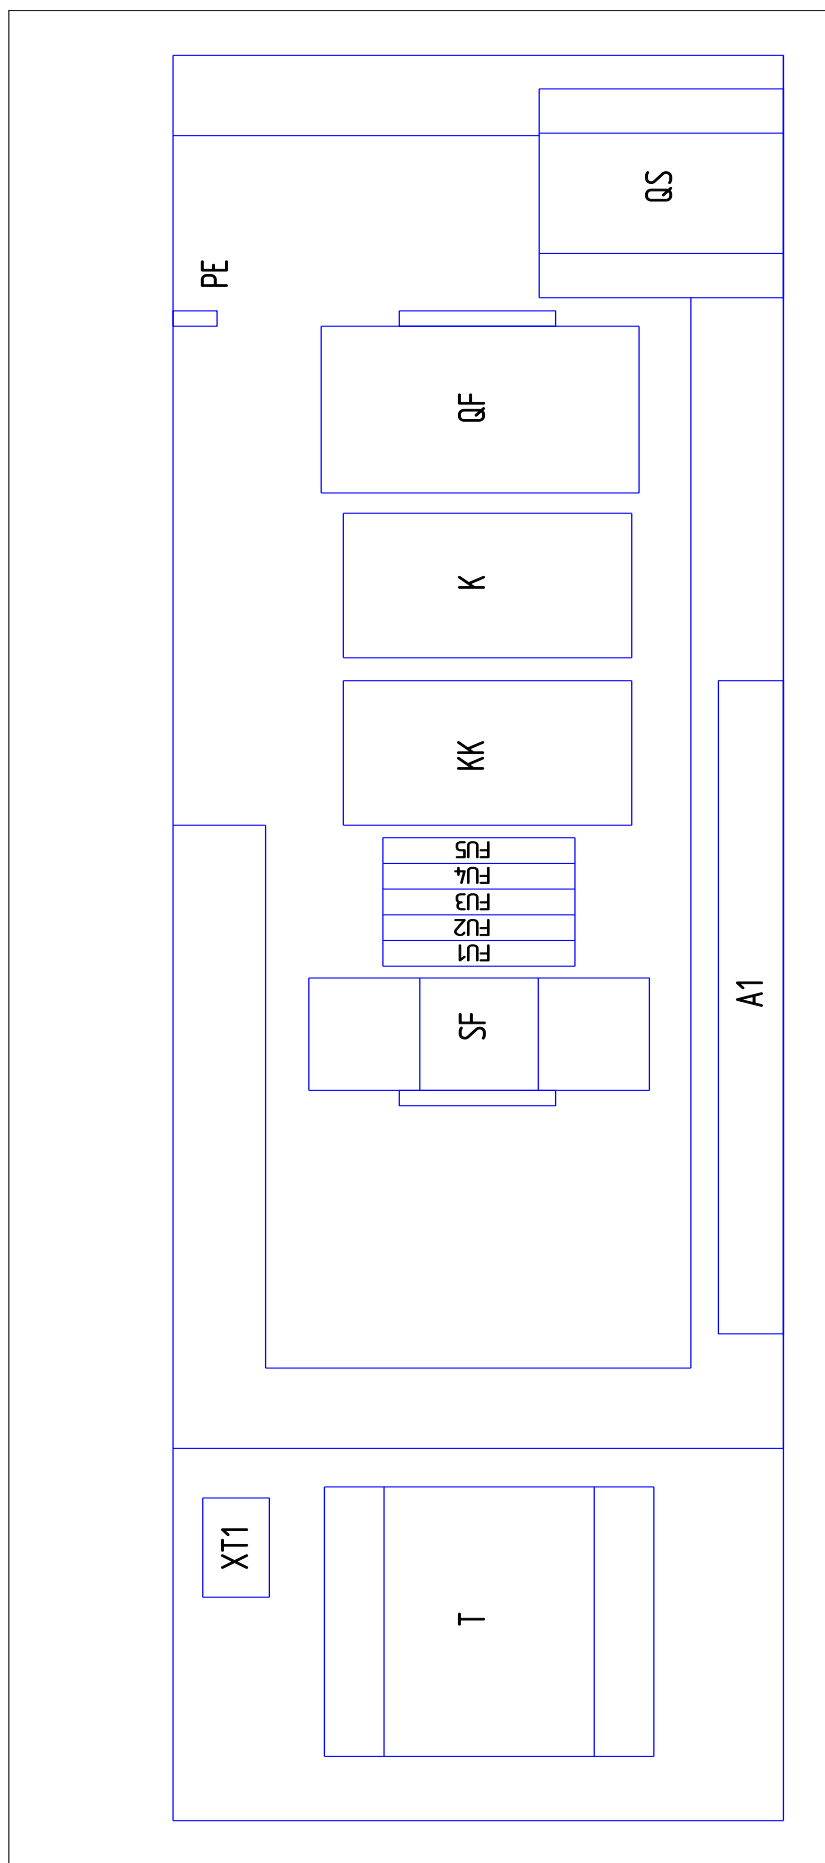

Рисунок 6 – Блок-схема компрессорной установки
14 – Шкаф с электроаппаратурой (см. рисунок 1 или 2, или 3) представляет собой короб закрытого типа с установленной платой, на которой смонтирована пуско-регулирующая аппаратура и устройства защиты (блок-схема см. рисунок 6), доступ к которым осуществляется путем демонтажа верхней панели корпуса и крышки шкафа.
- 4) Плавкие предохранители - (см. рисунок 6) защита цепей управления и сигнализации;